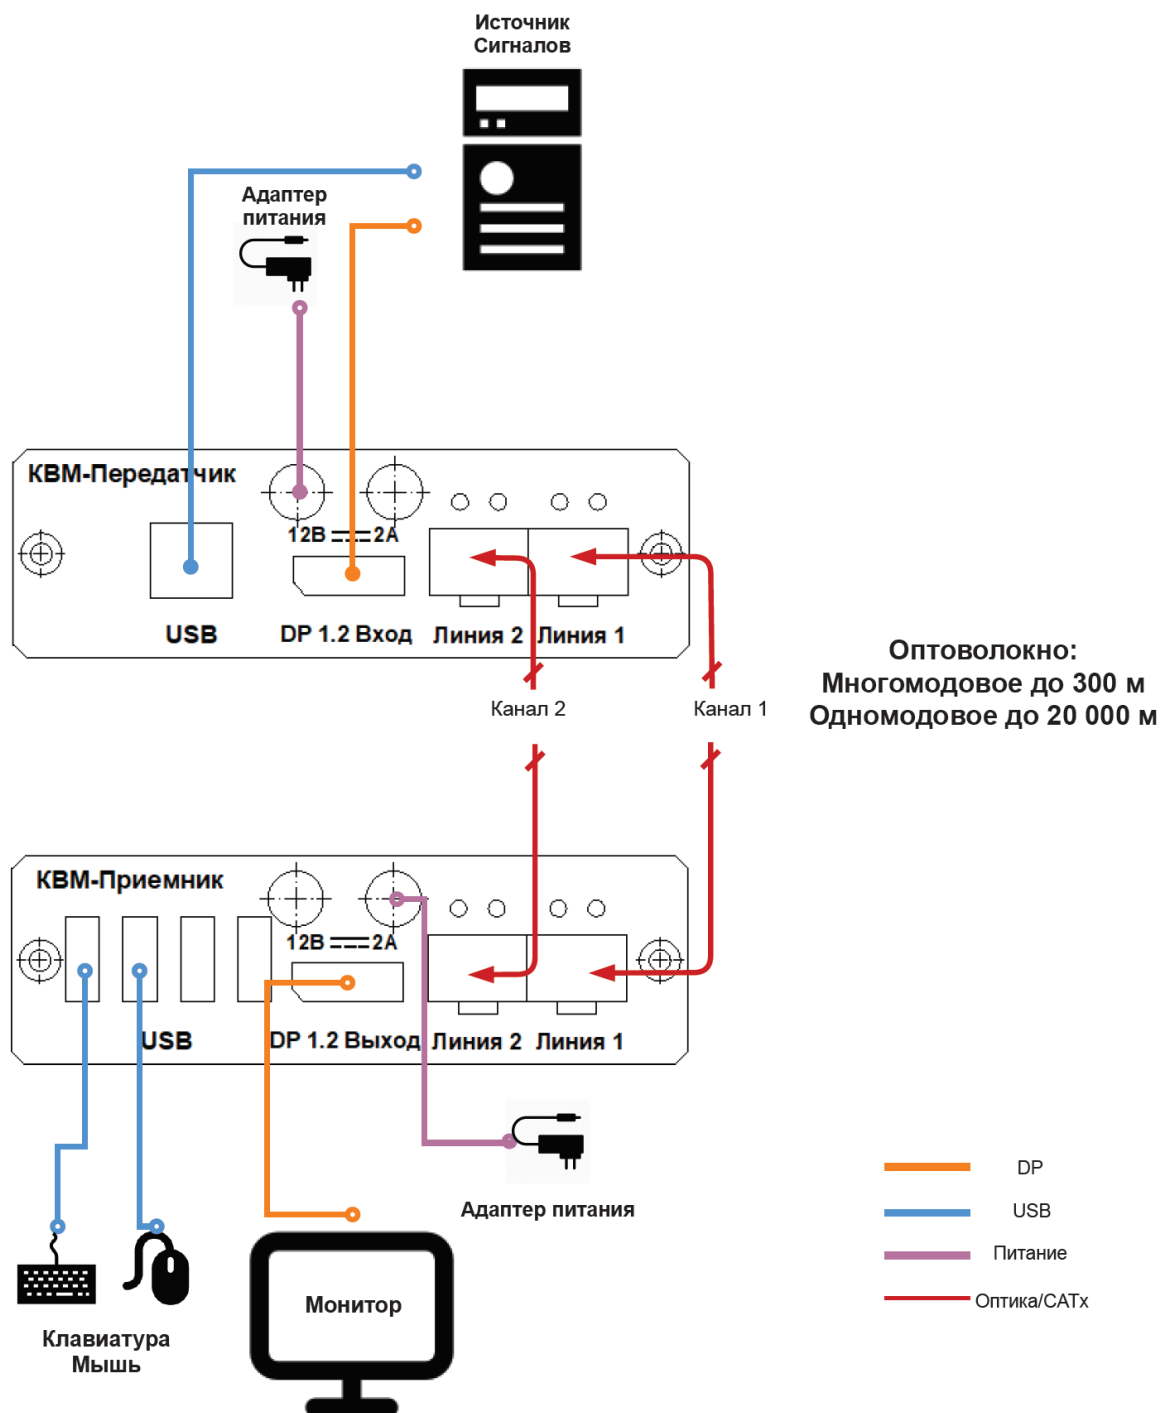

Рис. 2. Схема подключения кабелей
2. Подключите необходимые кабели (USB, Video) к разъемам приемника и передатчика согласно «Схеме подключения» (рис.2).
Подключите все кабели от компьютера и монитора к Изделию, как это показано на следующей схеме (рис.2). Соедините приемник и передатчик.